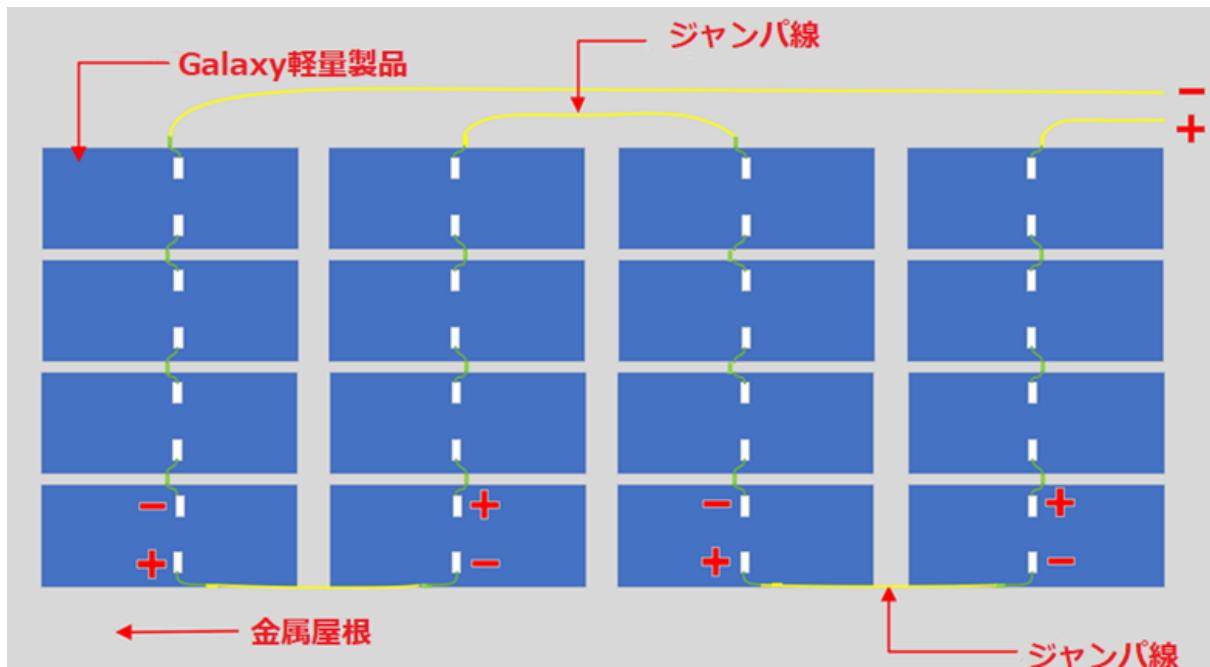

図 6-3: 製品クロス接続線の接続手順 (正面視点)
- ① 配線には明確で分かりやすい線番号表示が必要です。
- ② クロス接線の径は、元の Galaxy 軽量製品の線径以上でなければなりません。また、防炎性能および絶縁性能も元のギャラクシー軽量製品の線の防炎性能および絶縁等級以上でなければなりません。
- ③ Galaxy 軽量製品同士は最短の方法で接続する必要があります。長距離にわたるクロス接続が必要な場合、各シリーズ接続線の合計長さの差ができるだけ小さくするようしてください。
- ④ 接続端子は良好に接触している必要があります。各シリーズの一部を接続する際には、マルチメーターで一度テストすることをお勧めします。これにより、断線部分を迅速に特定できます。
- ② シリーズ接続された製品の場合、1つの製品の「+」極は他の製品の「-」極に接続されます。異なる列間の製品を接続する場合は延長ケーブルが必要です。太陽光アプリケーション専用の延長ケーブルを使用してください。通常の場合、2行目は、次の行が設置および配線された後にのみ設置および配線できます。(図 6-3)